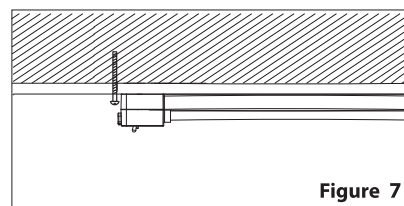

Figure 7
3. Mount a third screw next to the side of the outlet (See Figure 7). If anchor is required, mark the hole as close as possible to the fixture, remove the lamp, drill the hole on the marked position, install anchor into the drilled hole, re-install the fixture then install the screw into the wall anchor. This will secure the lamp into place.
3. Montez une troisième vis à côté du côté de la sortie (voir la figure 7). Si l'ancrage est nécessaire, marquez le trou le plus près possible de l'appareil, retirez-le, la lampe, percez le trou sur la position marquée, installez l'ancre dans le trou percé, réinstallez le luminaire puis installez la vis dans l'ancrage mural. Cela permettra de fixer la lampe en place.